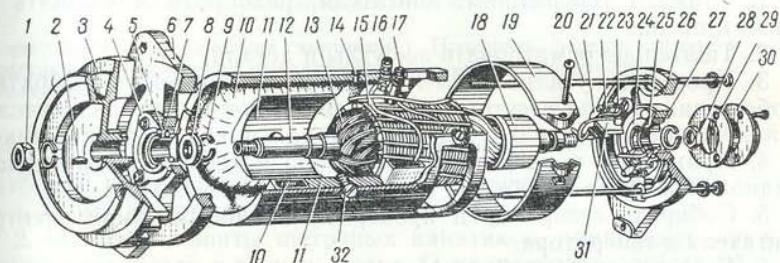
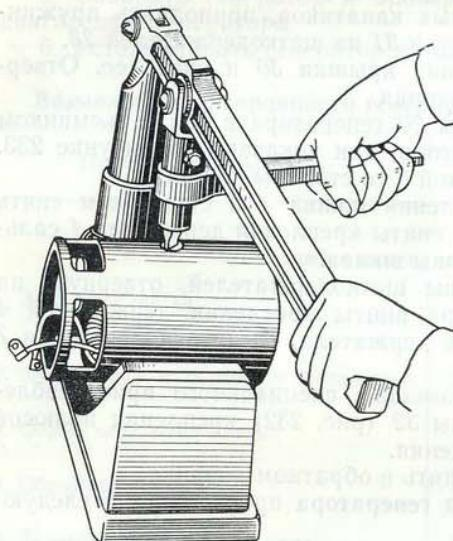

Рис. 232. Генератор в разобранном виде:
Рис. 234. Приспособление для снятия полюсов генераторов и стартеров
На автомобилях устанавливается генератор постоянного тока Г12 или Г12-Д двухполюсный, двухщеточный, защищенного исполнения, вентилируемый, с лапами для крепления на кронштейне двигателя с одноручьевым шкивом (рис. 232).
1. Снять защитную ленту 19 (рис. 232).
8. При необходимости с помощью специального приспособления (рис. 234) отвернуть винты 32 (рис. 232) крепления полюсов 11 и снять обмотки 10 возбуждения.